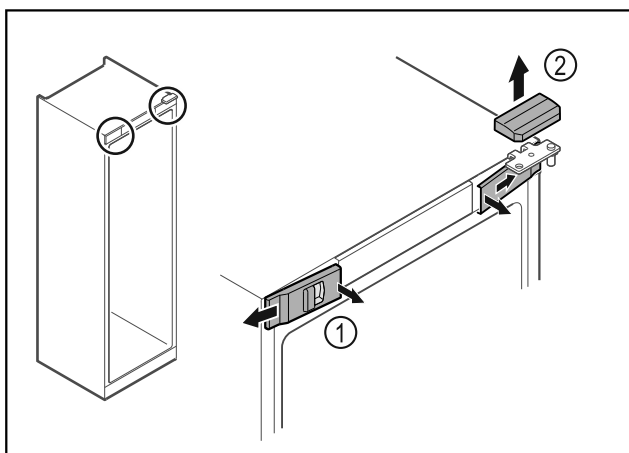

Fig. 7*
- Disinnestare le coperture anteriori Fig. 7 (1) dall'interno ed estrarle lateralmente.*
- Rimuovere la copertura superiore Fig. 7 (2) sollevandola verso l'alto.*